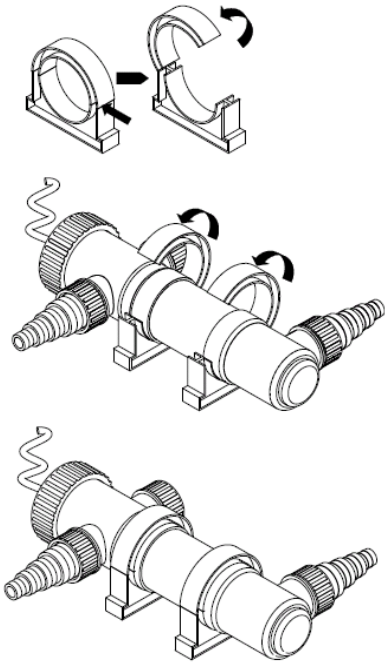

Fig. 8.
4.7. Befestigung des Clips (Fig. 8).